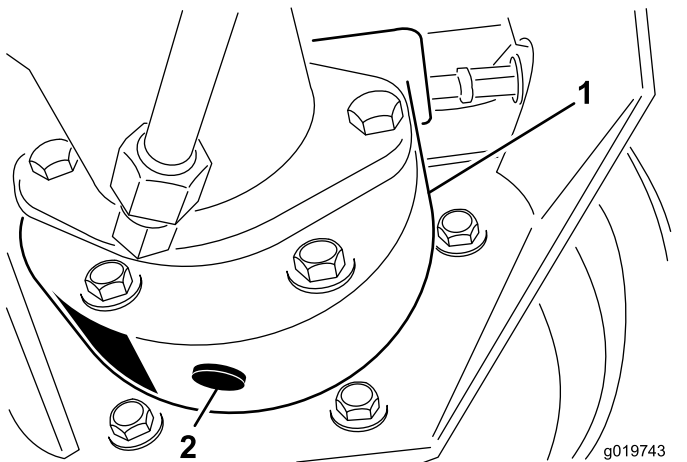

Bild 83
3. Stellen Sie eine Auffangwanne unter das Bremsgehäuse, entfernen Sie die Ablassschraube und lassen das Öl ablaufen (Bild 83).